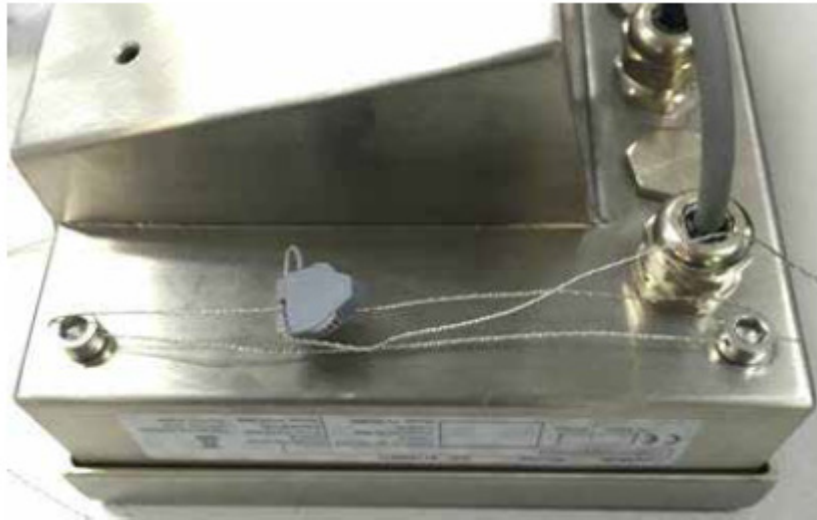

Abbildung 2-15: Plombierung
Die Plombendetails für das IND256x sind in Abbildung 2-15 dargestellt. Gehen Sie wie folgt vor:
2. Führen Sie den Plombendraht durch zwei nebeneinanderliegende Plombierschrauben und befestigen Sie den Plombenhalter wie in Abbildung 2-15 dargestellt.